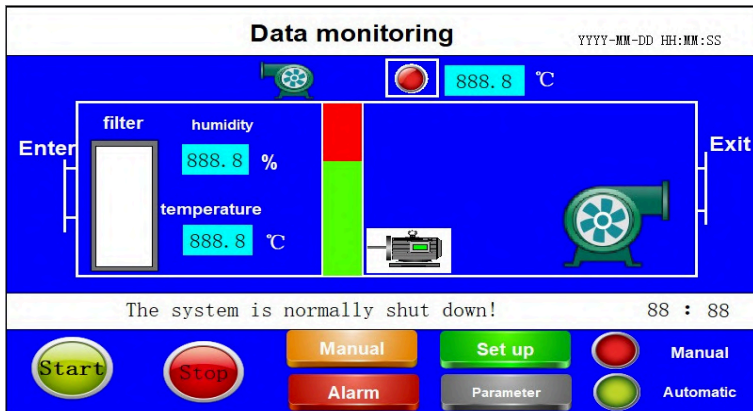
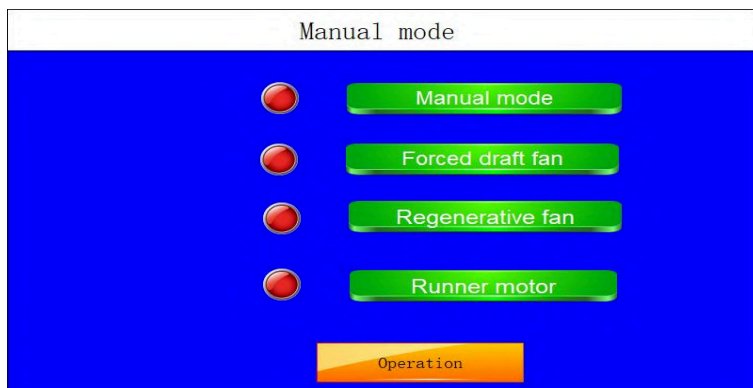

Figura 1
Figura 2
Após a ligação, o visor realizará primeiro um autoteste. Após o autoteste ser bem-sucedido, pressione "Enter system" na tela de monitoramento de dados, conforme mostrado na Figura 1:
(1) Pressione a tela "Manual mode" na Figura 1 para entrar na tela de teste de saída, conforme mostrado na Figura 2:
(2) Nessa tela, você pode pressionar manualmente os botões "Runner motor" (Motor da correia transportadora), "Regenerative Fan" (Ventilador regenerativo), "Forced draft fan" (Soprador de ar) para testar se cada motor está funcionando normalmente.
(3) Pressione o botão "Parameter" (Parâmetro) na Figura 1 para entrar na tela de configuração de parâmetros da unidade, conforme mostrado na Figura 3:
(3) Pressione "PID Parameter" na Figura 1 para visualizar os parâmetros PID relacionados à temperatura atuais.